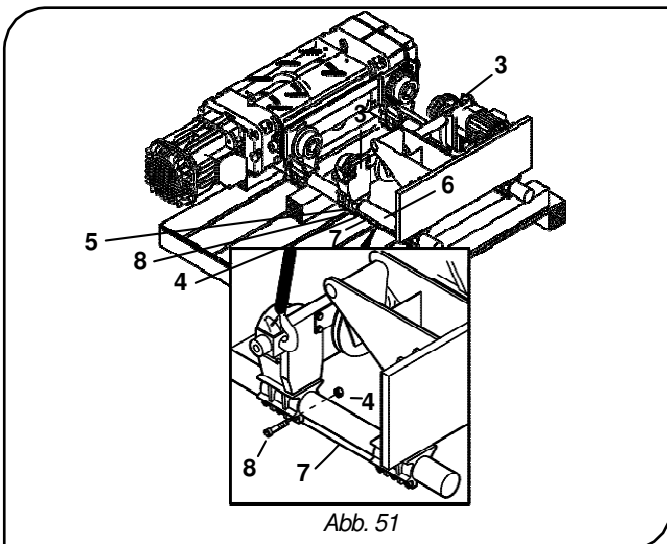

Abb. 51
7. Damit die Platten -3- auf der gegengewichtigen Seite sich ungehindert auf den Stangen -6- verschieben lassen, entfernen Sie die Distanzstücke -7- von den Bügeln -5-, indem Sie die Muttern -4- komplett lösen und die Schraube -8- herausziehen (Abb. 51).